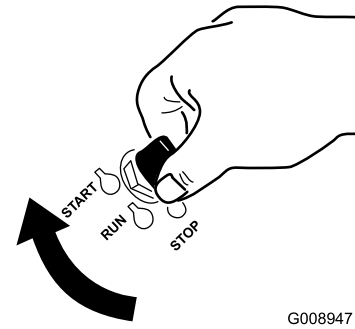

Figure 18
1. Tournez la clé de contact à la position de DÉMARRAGE (Figure 18). Relâchez la clé quand le moteur démarre.